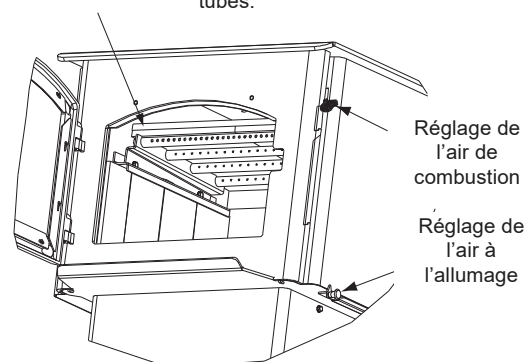

Figure 23.4
4. Réinstallez les deux parties du déflecteur l'une après l'autre. Assurez-vous que les deux parties du déflecteur soient à égalité avec le collecteur à tubes avant et qu'elles reposent sur tous les tubes (**Figure 23.4**).